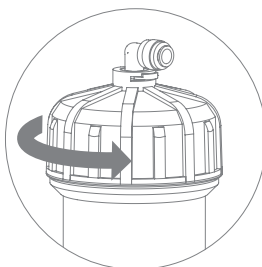
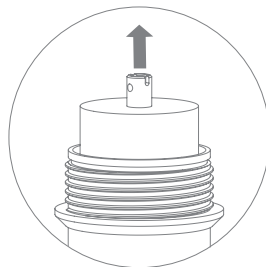

Рис. 15
Рис. 16
4. Открутите крышку корпуса мембраны (рис. 15), используя ключ из комплекта поставки, извлеките отработанную мембрану (рис. 16).